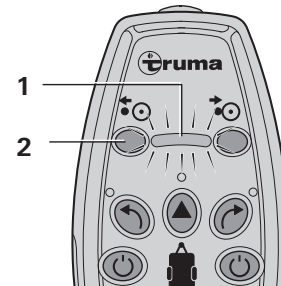

Figure 7
- Appuyer sur la touche (Fig. 7 - 2) de la télécommande pendant environ 5 secondes puis relâcher. Le rouleau d'entraînement est replié. L'affichage (Fig. 7 - 1) clignote pendant le processus.